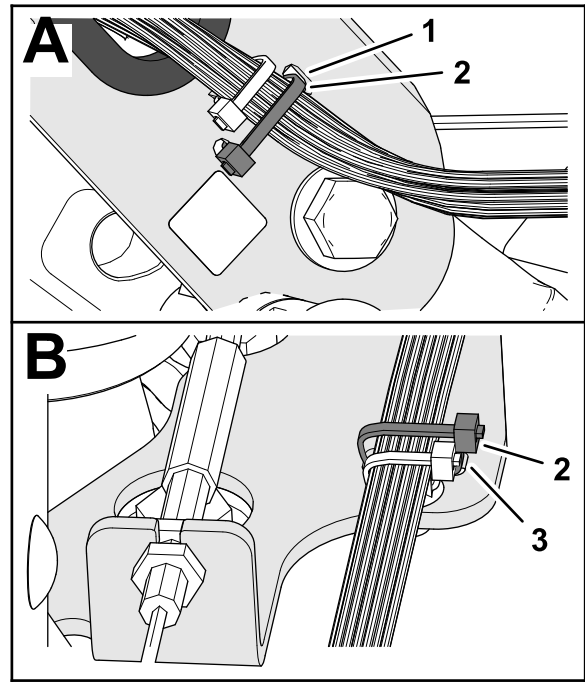

**Bild 10**
4. Stecken Sie den Einsteckanker des Maschinenkabelbaums in das Loch im Lenkerkanal (Bild 10).